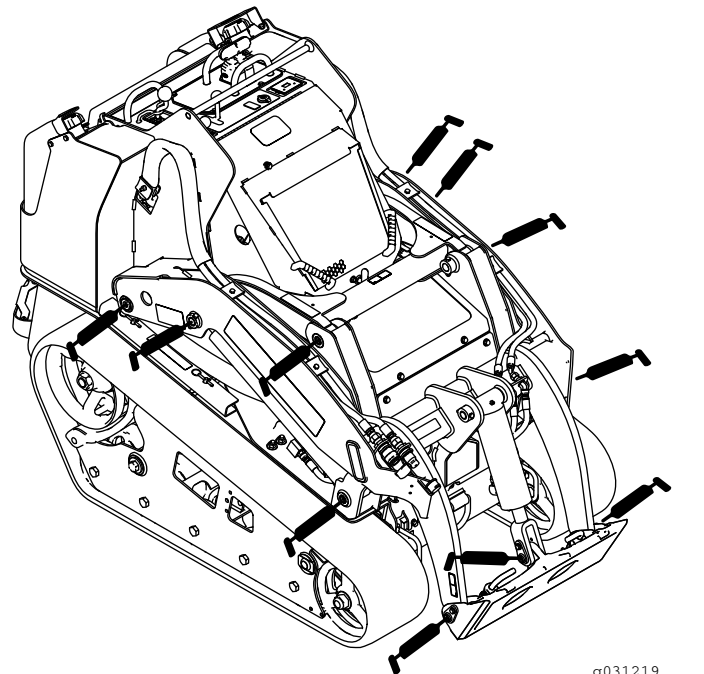
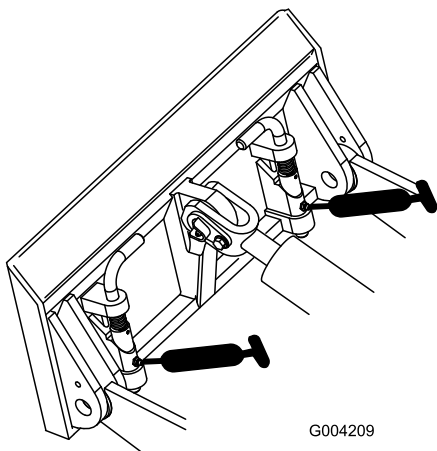
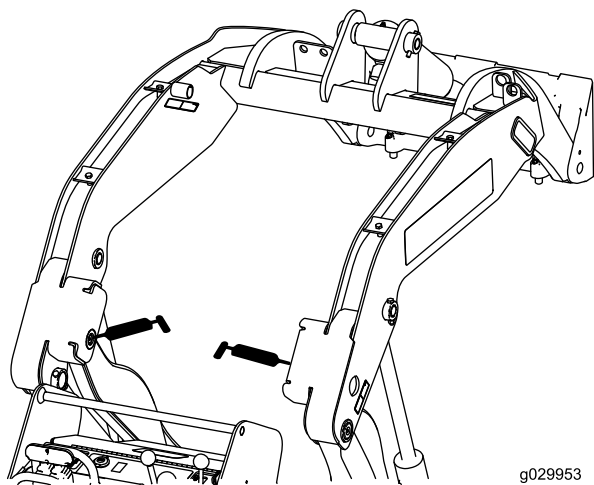

Рисунок 40
Рисунок 41
Рисунок 42
4. Присоедините к каждой масленке шприц для нагнетания консистентной смазки (Рисунок 40 Рисунок 41 и Рисунок 42).
Примечание: Поднимите стрелы погрузчика, прежде чем смазывать масленки, как показано на Рисунок 42.